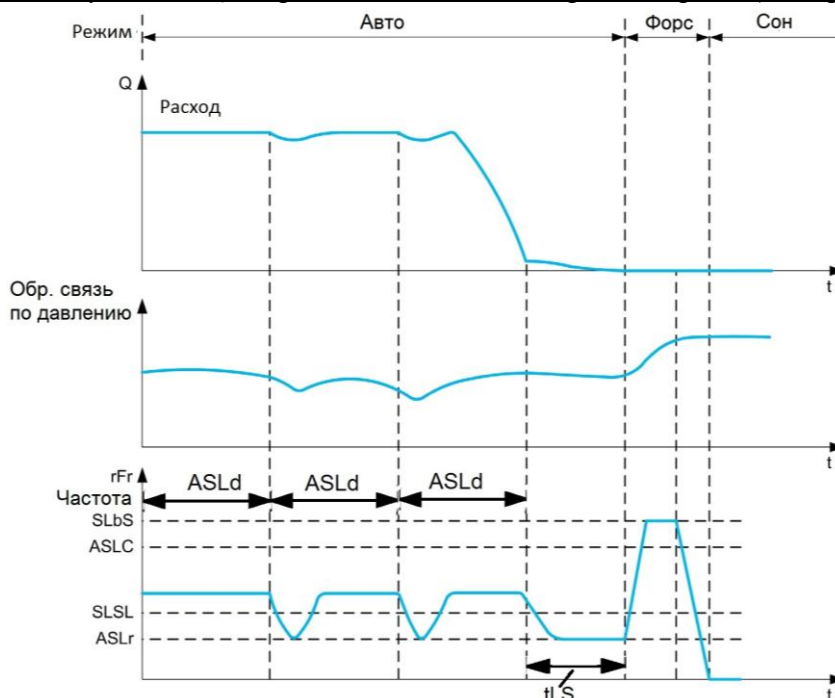

Рис. 8.10 Продвинутое сон/пробуждение (проверка понижением давления)
**Проверка понижением давления** реализуется при [ASLr]<[ASLC]. В отличие от предыдущего способа проверки после снижения частоты ниже [ASLC] происходит кратковременное принудительное снижение частоты до [ASLr], приводящее к кратковременному снижению давления. При наличии расхода ПИД-регулятор быстро восстанавливает давление путем увеличения частоты и подачи. Если же расход отсутствует, давление не изменяется, а по истечении выдержки инициируется режим форсировки с последующим переходом в режим сна (рис. 8.10).